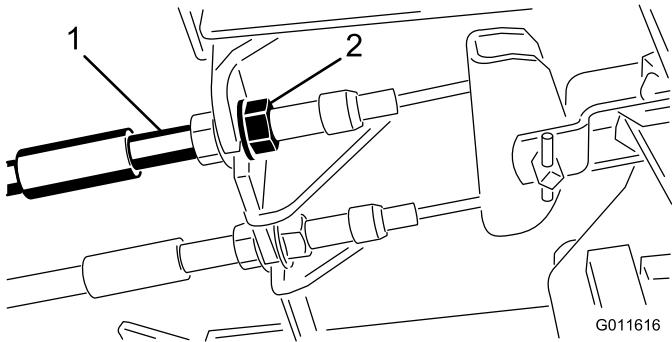

Figure 72
- Pour réduire la garde aux pédales de frein, serrez les freins en desserrant l'écrou avant sur l'extrémité filetée du câble de frein (Figure 72).